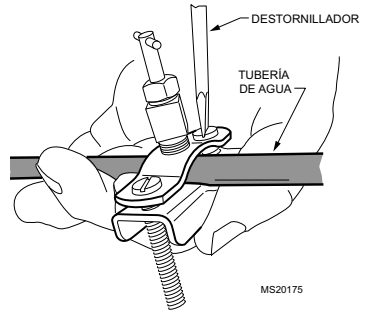

Fig. 8. Instalación de la válvula de asiento.
2. Utilice la válvula de asiento autopercutor que se incluye para insertar en la tubería de suministro de agua en la ubicación elegida. Gire la manija de la parte superior de la válvula de asiento hacia la derecha (en el sentido horario) hasta que la aguja perfora la tubería de suministro de agua. Deje la aguja en esta posición hasta que el humidificador esté totalmente instalado para evitar fugas (incluso si el suministro de agua está cerrado, puede haber agua en la tubería, la cual goteará tan pronto como la aguja se retire). Consulte la Fig. 8. Si utiliza un tubo galvanizado, purgue la tubería y pretaladre 3/16 in (4.4 mm) para la válvula de asiento.